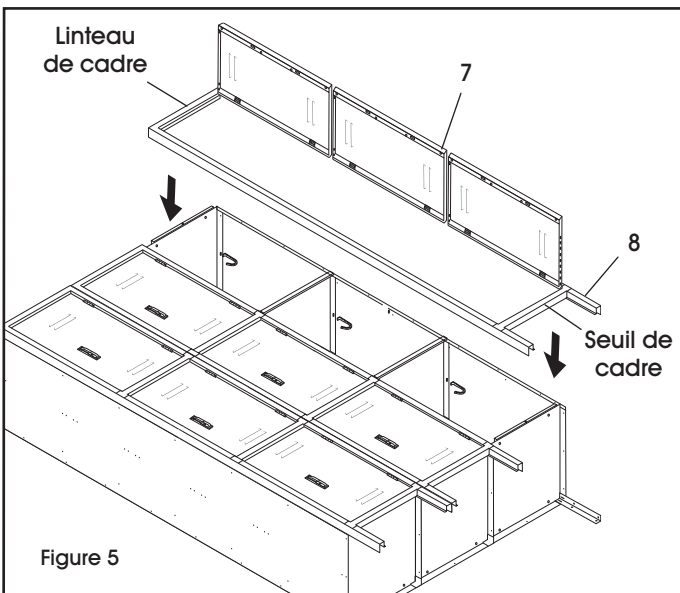

Figure 5
9. Placez l'ensemble de l'encadrement des portes (7 et 8) sur le corps du casier. Assurez-vous que les côtés du corps sont à l'intérieur de l'encadrement et non pas insérés dans l'encadrement. Fixez le dessus du casier au linteau de l'encadrement et le bas du casier au seuil de l'encadrement (un boulon chacun). Terminez en fixant l'ensemble de l'encadrement des portes aux côtés du corps du casier (les boulons seront partagés entre les portes et les cadres connexes). (Voir Figure 5) Si vous raccordez une unité de trois éléments à une autre unité connexe, passez à la section JOINDRE DES UNITÉS ci-dessous.